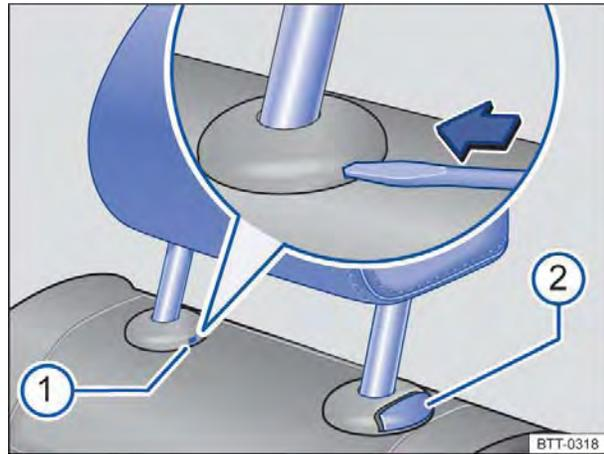

Fig. 49 Desinstalar o apoio para cabeça traseiro.
- Pressionar a lâmina da chave de fenda na fenda da capa de cobertura \Rightarrow Fig. 49 ① no sentido da seta e segurar nesta posição.
- Ao mesmo tempo, pressionar o botão ②, enquanto outra pessoa retira totalmente o apoio para cabeça.